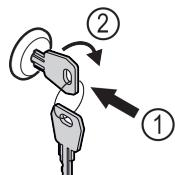

Fig. 92 Representación a modo de ejemplo
- Introducir la llave Fig. 92 (1).
- Girar la llave 90° en sentido horario Fig. 92 (2).